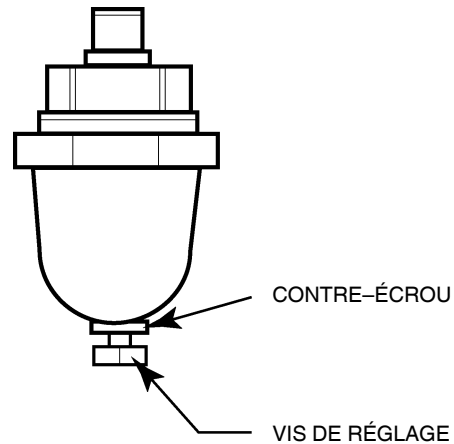

FIGURE 2 VALVE DE COMMANDE DE MODULATION
3. Desserrer le contre-écrou de la vis de réglage et le déloger en 3 rotations. Voir la figure 2.
7. Tout en maintenant la pression de décharge nominale, tourner la vis de réglage sur la valve de modulation (voir figure 2) de sorte que le manomètre de vérification affiche la mesure suivante :